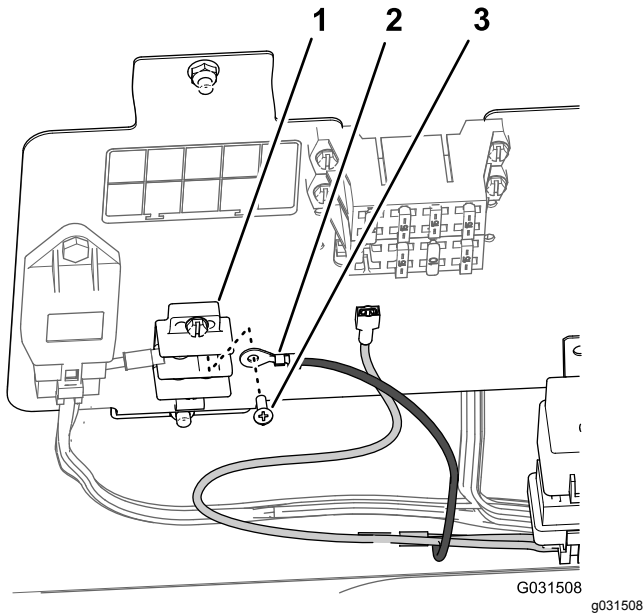

Figura 202
1. Retire um parafuso do bloco de terminais de ligação à terra (Figura 202).
2. Prenda o terminal de anel da cablagem do kit de acabamento ao bloco de terminais de ligação à terra com o parafuso que removeu no passo 1 (Figura 202).